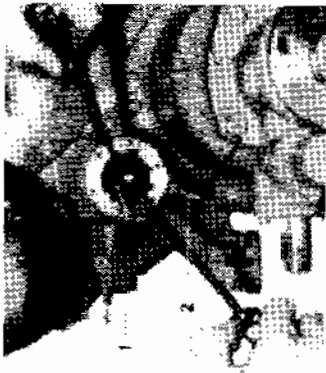

Fig. 25. Demontering av pumphjul
1. Demontera locket från sjövattpumpen. **Se upp med eventuellt vatteninträng!** Drag med hjälp av två skruvmejslar ut axeln med pumphjul ur huset så mycket som behövs för att skruven som håller hjulet går att skruva ur. Se fig. 25. OBS. Lägg skydd under skruvmejslarna så att pumphuset ej skadas.